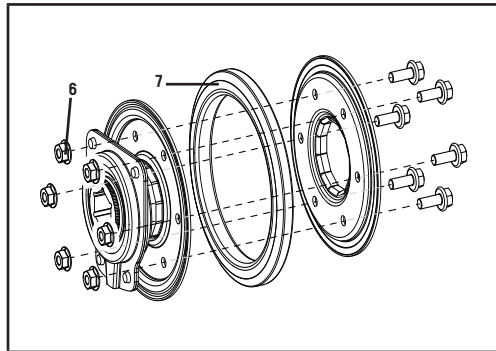

Figure 52
6. Dévissez les 6 boulons M6 x 16 (6) de l'assemblage du disque d'embrayage afin de jeter l'anneau en caoutchouc usé de la roue de friction (7) et de le remplacer par un anneau neuf. (figure 52).